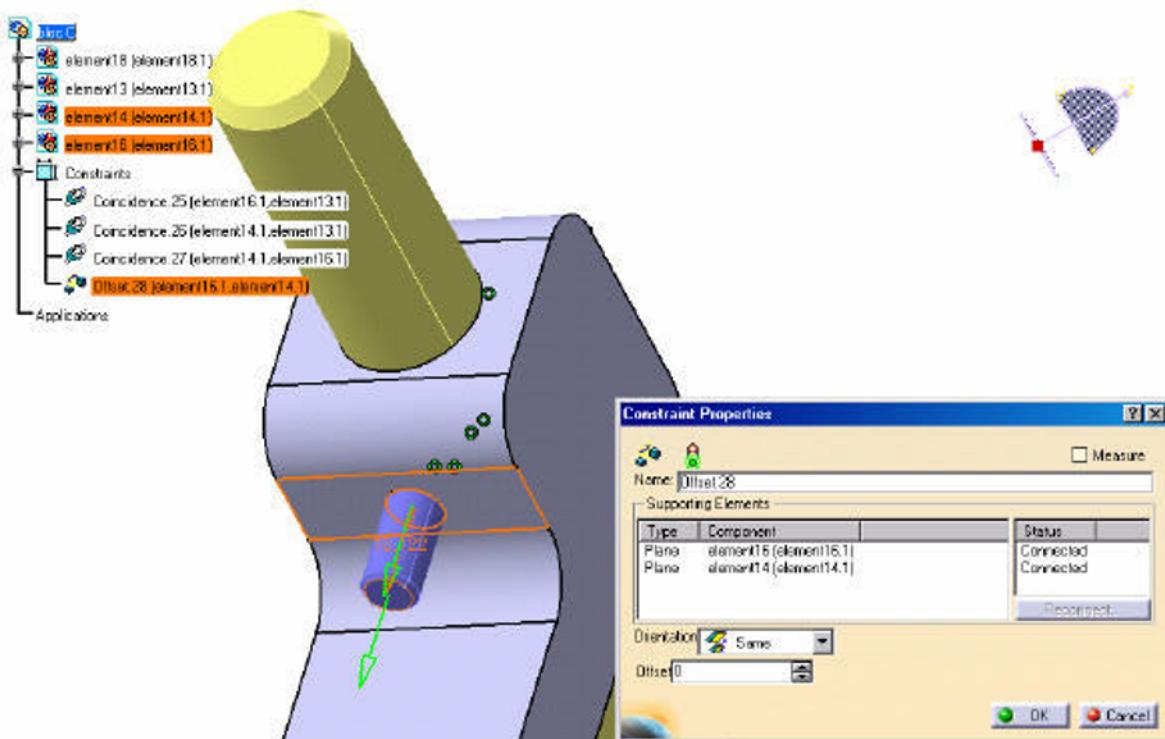

Fig.26. Poziționarea boltului
- Procedând analog se utilizează de două ori constrângerea **Coincidence** pentru a poziționa elementele 16, 14 și 13) și constrângerea **Offset** pentru poziționarea boltului (fig.26);